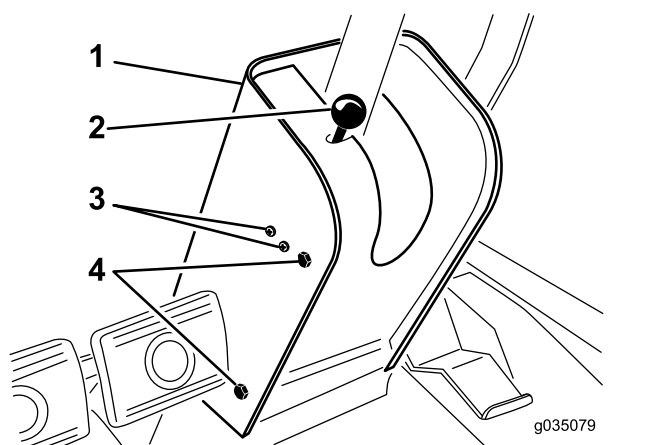

Figura 70
2. Rimuovete la manopola dall'asta del freno di stazionamento e le viti dal copripiantone dello sterzo (Figura 70).
4. Allentate le viti e i dadi che fissano l'interruttore del freno di stazionamento sul lato sinistro del piantone dello sterzo (Figura 70).